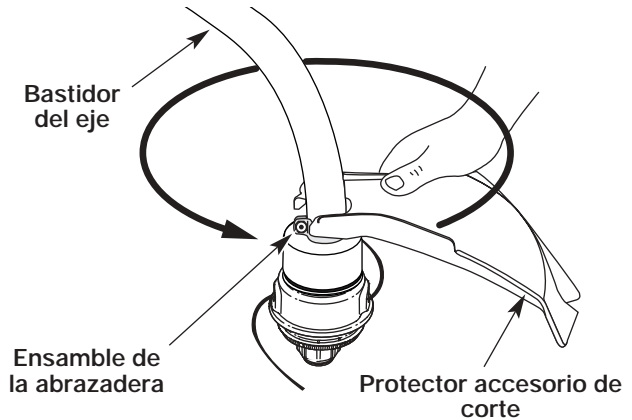

Fig. 4
1. Coloque el protector accesorio de corte sobre el bastidor del eje sobre el ensamble de la abrazadera (Fig. 4).
2. Empuje el protector accesorio de corte hacia abajo hasta la parte superior del ensamble del accesorio de corte y luego gire el protector accesorio de corte 180°. Alinee los 4 orificios de los tornillos y calce el protector accesorio de corte en forma segura en la cavidad cóncava (Fig. 4).